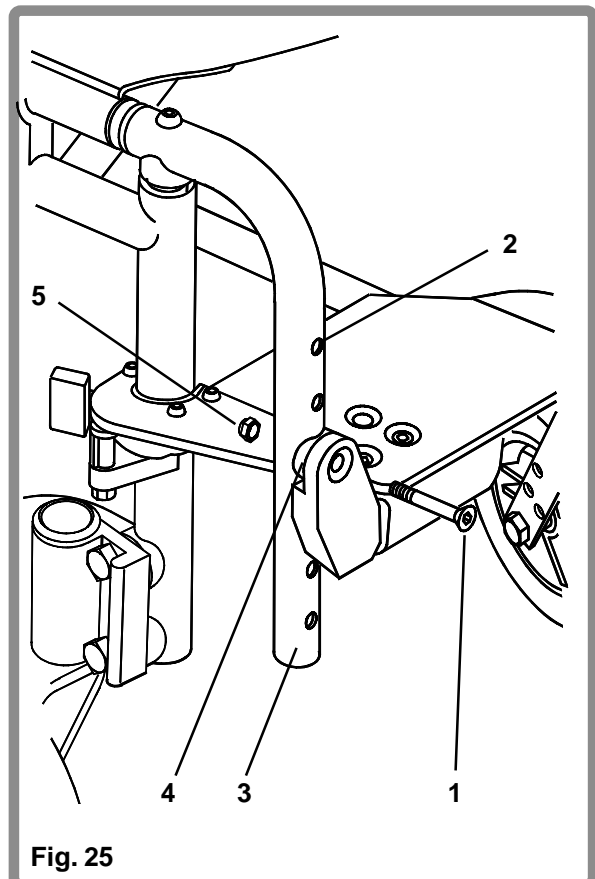

Fig. 25
Voor het afstellen van de hoogte van de voetplaat (Fig. 25), schroeft u de bevestigingsschroef (1), moer (5), en zadelborgring (4), met behulp van een 4mm inbussleutel los en verwijdert u deze. Plaats de voetplaat op de gewenste hoogte, met het gat van het scharnierpunt op één lijn met het gewenste gat (2) in de voetplaat buis (3). Plaats de bevestigingsschroef (1), de zadelborgring (4) en de moer (5) terug en draai de schroef, met behulp van een 4mm inbussleutel en een 10mm ring sleutel vast, op een aanhaalmoment van 7-12Nm.